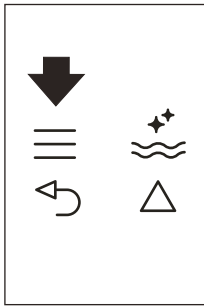
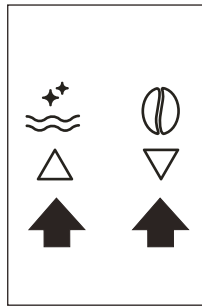

Fig. 22
Fig. 9
- Pulse el icono **≡** (B2) para entrar en el menú (Fig. 22). Pulse los iconos **△** **▽** (B7) y (B8) (Fig. 9) hasta que se visualice el mensaje "PROGRAM COFFEE" (programar café).